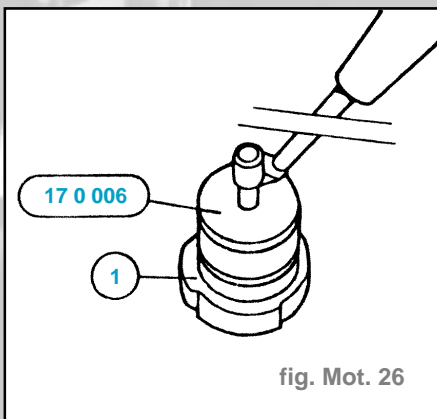

fig. Mot. 26
- Dévisser le bouchon (1) sur l'appareil contrôle et ouvrir le robinet d'air comprimé en augmentant lentement la pression. La soupape de décharge s'ouvre à une pression de **2 bar** environ (fig. Mot. 26).